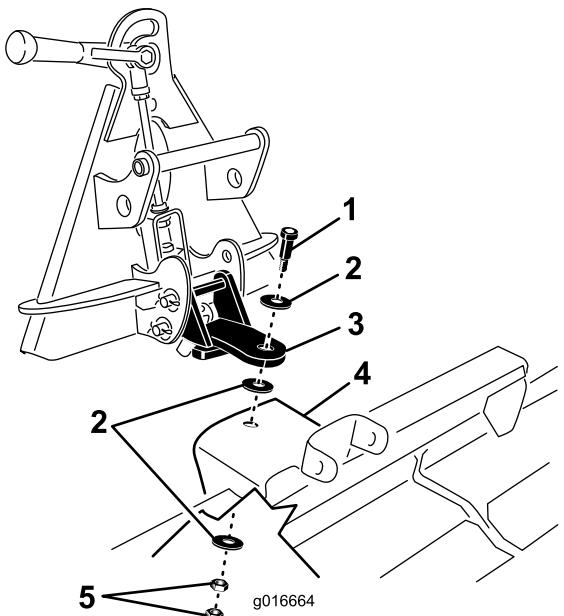

Figura 3
1. Fije el conjunto de pivote al rastrillo de dientes con un perno de cuello largo, dos (2) arandelas y dos (2) contratuercas, ubicándolos según se muestra en la Figura 3.